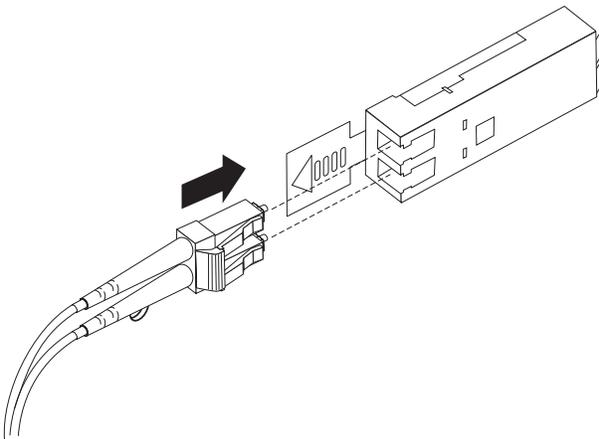

Figura 3-13. Inserindo um Cabo Fibre Channel LC-LC em um Módulo SFP
4. Insira com cuidado essa extremidade do cabo LC-LC em um módulo SFP instalado no subsistema de armazenamento. O conector do cabo é chaveado para instalação correta. Segurando o conector, empurre o cabo até que ele se encaixe na posição, conforme mostrado na Figura 3-13.